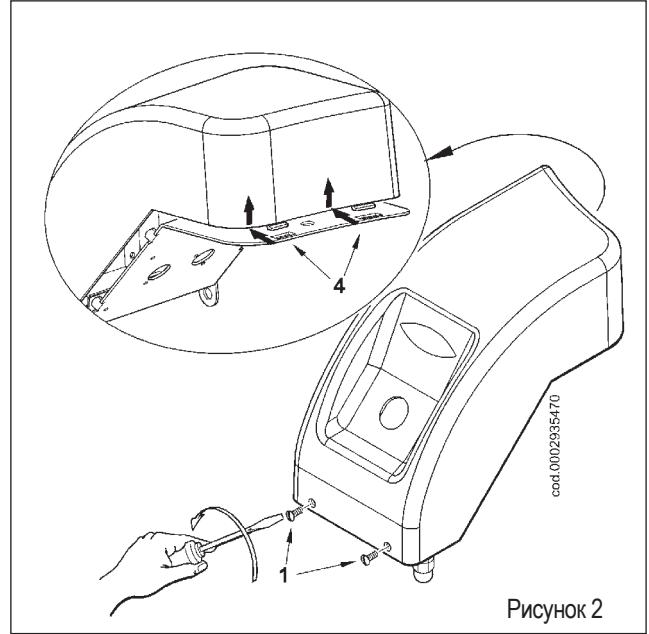

Рисунок 2
- Для моделей с трехфазной линией питания открутите 2 винта (1) и отведите слегка назад крышку, чтобы отцепить ее от опорного цоколя (см. рис. 2). Приподнимите крышку, чтобы получить доступ к компонентам электрического щита.